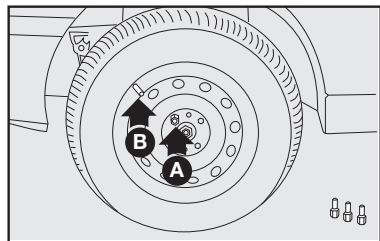

fig. 8
- Atarraxar apenas um dos parafusos **A-fig. 8**, em correspondência com a válvula de enchimento **B-fig. 8**.